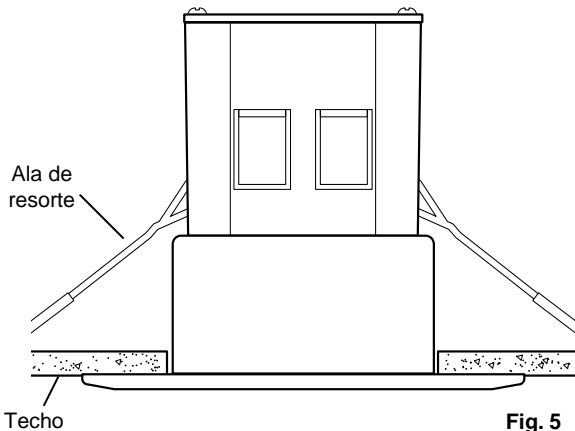

Fig. 5
9. Continuar insertando la luminaria empotrable en el agujero, sin dejar de apretar las alas de resorte. Cuando las alas alcanzan el borde del agujero, liberarlas y empuje la luminaria empotrable hacia arriba hasta que ambas alas voltear hacia abajo sobre la superficie del techo. (Fig. 5).